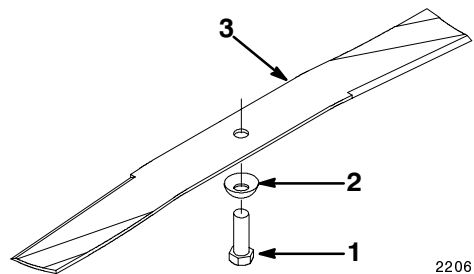

Figure 25
4. **DEPOSE DE LA LAME** — Tenir la lame par l'extrémité avec un chiffon ou un gant épais. Retirer le boulon de lame, la rondelle et la lame (Fig. 25).
6. Remonter la lame affûtée et équilibrée, la rondelle et le boulon de lame. Les parties incurvées de la lame doivent être tournées vers le haut du carter de la tondeuse. La rondelle est bombée et doit être montée avec la face convexe vers le bas, comme illustré à la Figure 25. Serrer le boulon de lame à 48-54 N·m (35-40 ft-lbs).